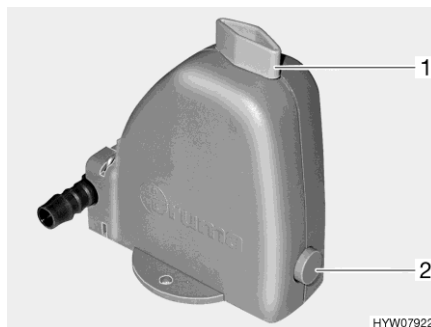

Bild 90 Sicherheits-/Ablassventil
Die Heizung ist mit einem Sicherheits-/Ablassventil (Bild 90) ausgestattet. Das Sicherheits-/Ablassventil verhindert, dass Wasser für die Warmwasser-Bereitung einfriert, wenn bei Frost die Heizung nicht eingeschaltet ist.
- Sicherheits-/Ablassventil schließen. Dazu den Drehknopf (Bild 90,1) quer zum Sicherheits-/Ablassventil drehen und den Druckknopf (Bild 90,2) hineindrücken.
- Sicherheits-/Ablassventil öffnen. Dazu den Drehknopf (Bild 90,1) längs zum Sicherheits-/Ablassventil drehen. Der Druckknopf (Bild 90,2) springt heraus. Der Brauchwasser-Behälter wird über das Sicherheits-/Ablassventil nach außen entleert.